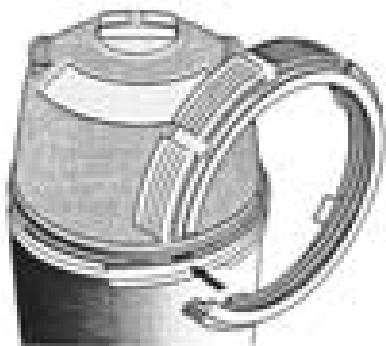

Abbildung 5 :
6. Zum Lösen der beiden Tankhälften, Zapfen am Gewindering verwenden. Zapfen in die Filtertank Aussparung einsetzen und Gewindering nach unten weg drehen (siehe Abb. 5 und 6).